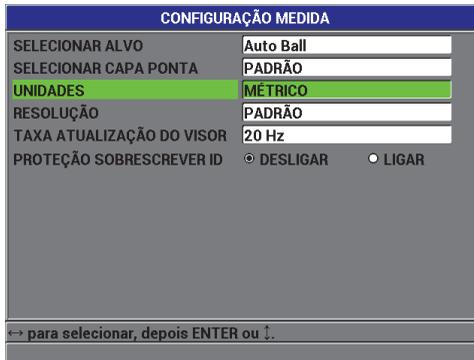

Figura 3-2 Tela CONFIGURAÇÃO MEDIDA — UNIDADES
3. Na tela **CONFIGURAÇÃO MEDIDA** (ver a Figura 3-2 na página 63), configure **UNIDADES** para **INGLÊS** ou **MÉTRICO**.
3. Na tela **CONFIGURAÇÃO MEDIDA** (ver a Figura 3-2 na página 63), configure a **TAXA ATUALIZAÇÃO DO VISOR** para o valor desejado: **4 Hz**, **8 Hz**, **16 Hz** ou **20 Hz**.
3. Na tela **CONFIGURAÇÃO MEDIDA** (ver a Figura 3-2 na página 63), configure a **RESOLUÇÃO** para a opção desejada: